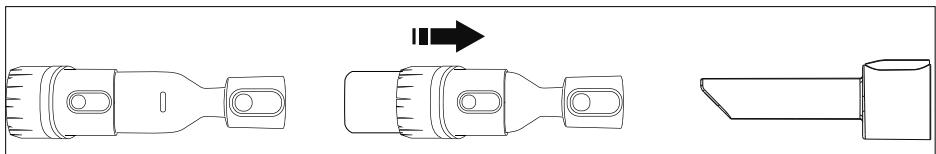

Fig. 7
Boquilla para ranuras (6) (véase la fig. 7)	<ul style="list-style-type: none"> • Aspiración de esquinas, zonas inaccesibles para la boquilla de suelo, marcos de ventanas, pliegues de tela, etc.
Boquilla 2 en 1 (7) (véase la fig. 7)	<ul style="list-style-type: none"> • Cepillo: aspiración de objetos delicados, como libros, marcos de cuadros, tapicerías, cortinas y rejillas • Solo la boquilla: camas, sofás y tapicerías